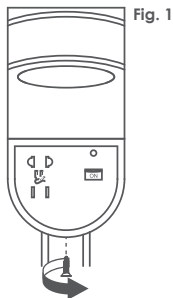

Fig. 1
1. Retirez la vis située au fond du support comme indiqué dans la figure 1, puis retirez le couvercle.